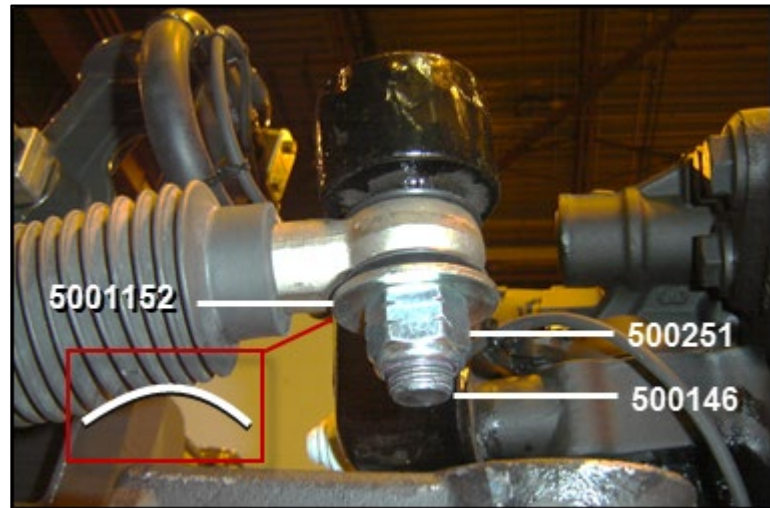

Figure 2
5. Ajouter une rondelle sous le joint d'étanchéité. Notez l'orientation de la rondelle (fig. 2)